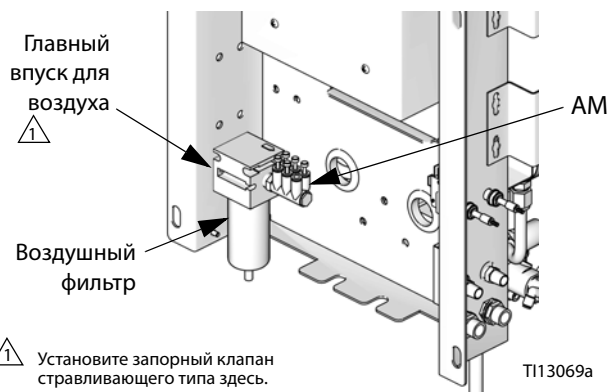

Рис. 4. Настенный впуск для подачи воздуха
2. Установите запорный клапан стравливающего типа во впускное отверстие фильтра воздуха для регулирования на настенной жидкостной станции. Рис. 4.
Для клапана продувки воздухом (APV) используйте отдельный трубопровод подачи воздуха для продувки. Не подключайте клапан продувки воздухом к главному источнику сжатого воздуха в устройство или к воздушному коллектору (AM, Рис. 4), поскольку это может привести к загрязнению жидкостью соленоидов, трубопроводов воздуха для логического пневмоуправления или главного источника подачи воздуха в случае отказа клапана продувки воздухом (APV) или запорного клапана (CV).